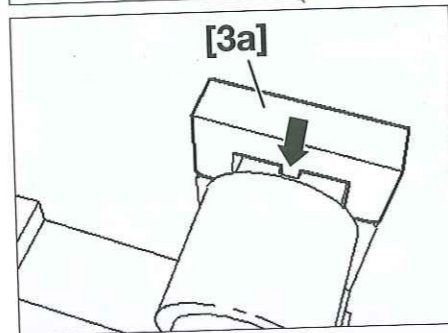

Fig. 58
- Colocar el útil de apriete [3a] sobre los piñones del eje de levas de escape (Fig.58).